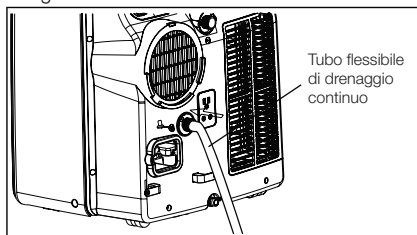

Fig. 26
2. Nella modalità di riscaldamento, è necessario collegare un tubo di drenaggio sul retro dell'apparecchiatura come illustrato nella fig. 26.